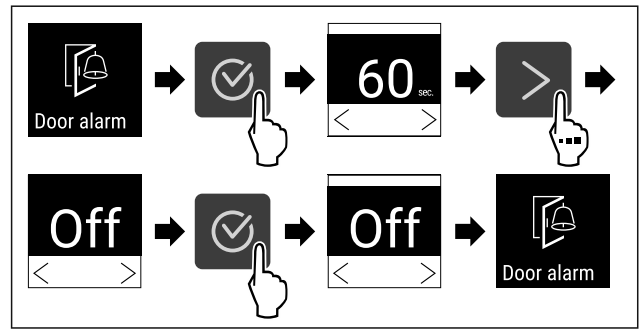

Fig. 122
- ▶ Végezze el a gyakorlati lépéseket (lásd Fig. 122).